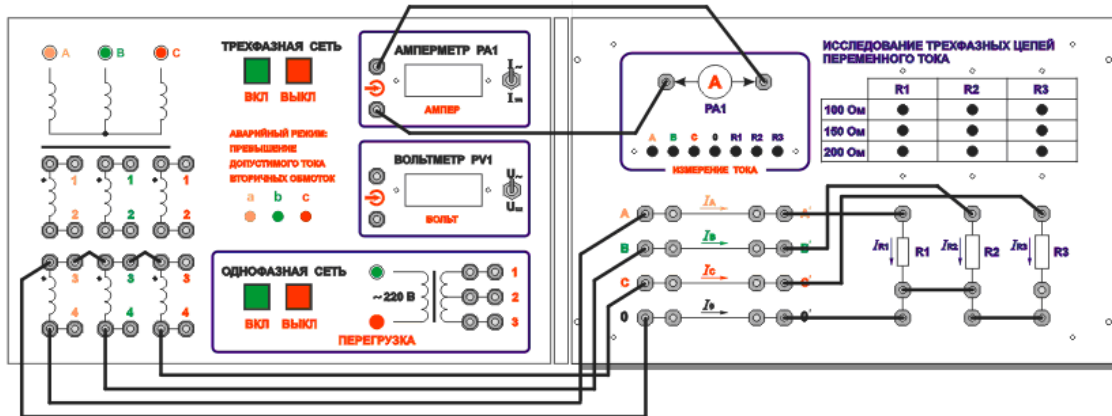

Рис. 2
2. Собрать электрическую цепь звездой по монтажной схеме, приведенной на рис. 2.